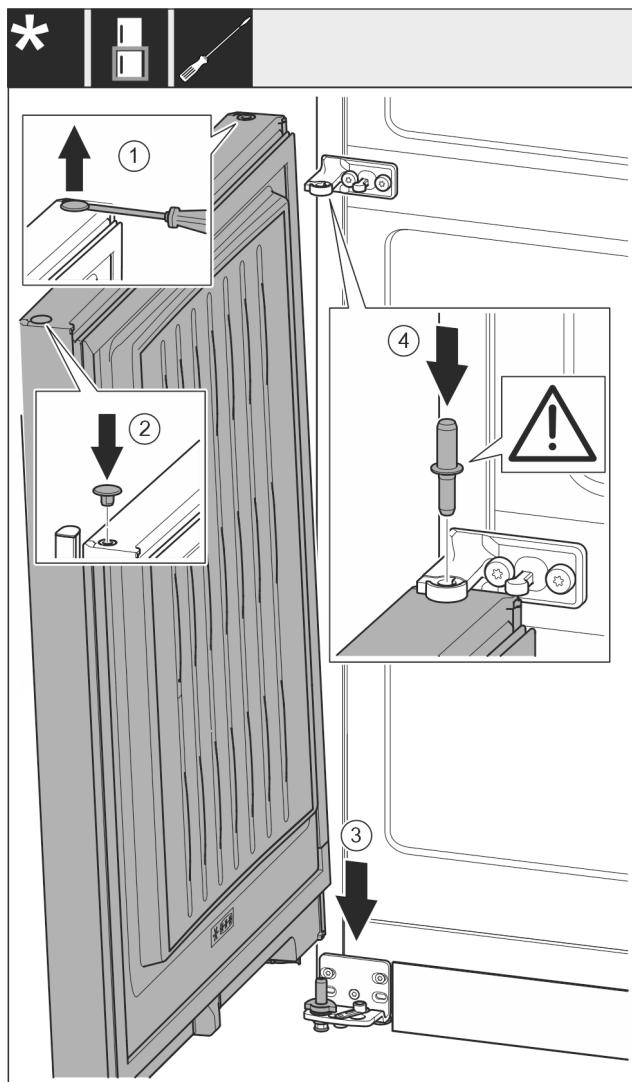

Fig. 23
- Stopfen Fig. 23 (1) vorsichtig mit einem Schlitzschrauden-dreher anheben und herausziehen.
- Stopfen Fig. 23 (2) auf der anderen Türseite wieder einsetzen.
- Tür Fig. 23 (3) von oben auf den unteren Lagerbolzen aufsetzen.
- Lagerbolzen Mitte Fig. 23 (4) durch Lagerbock Mitte in die untere Tür einsetzen. Dabei darauf achten, dass der Rastnocken nach hinten zeigt.